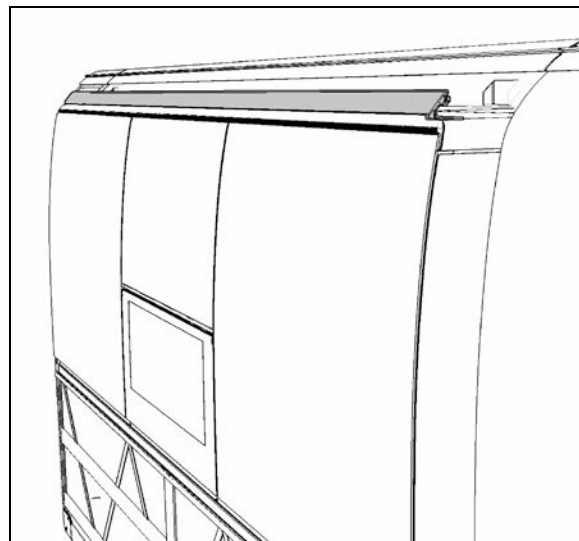

FIGURE 36 : DÉMONTAGE DE L'EXTRUSION SUPÉRIEURE
3. En utilisant un couteau, couper le produit d'étanchéité entre l'extrusion supérieure et le toit (Figure 36). Ensuite, dévisser et démonter les vis de l'extrusion extérieure centrale et les deux vis des deux extrusions d'extrémité.